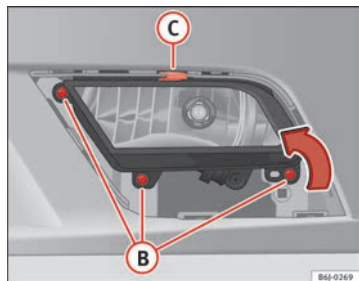

Fig. 158 Faro antiniebla
- Retire los tornillos (3x) ⇒ fig. 158 **B** para extraer el faro antiniebla.
- Retire la grapa metálica situada en la parte superior del faro antiniebla tirando hacia el exterior del vehículo ⇒ fig. 158 **C**. ■